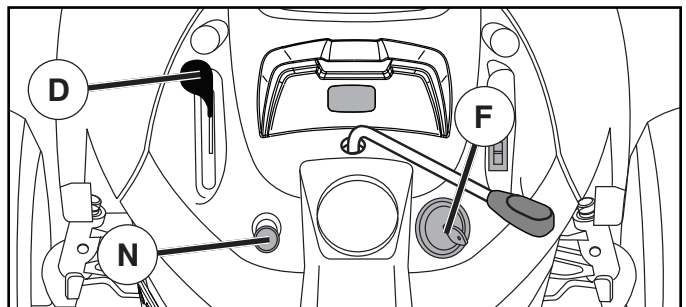

Fig. 6
- Mueva el control de la aceleración (D) a la posición de lento.
- Gire la llave de ignición (F) a la posición de apagado "STOP" y remueva la llave al abandonar el tractor para evitar el uso no autorizado.
### PARA USAR EL CONTROL DE LA ACELERACIÓN (D) (Vea Fig. 6)
### PARA USAR EL CONTROL DE ESTRANGULACIÓN (N) (Vea Fig. 6)